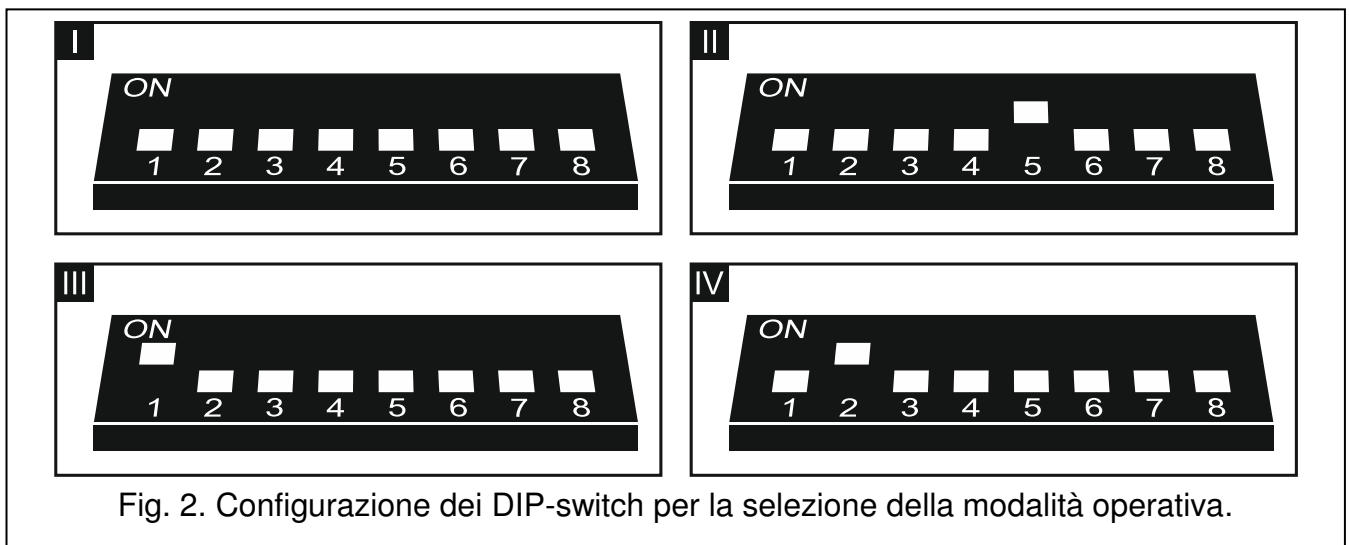

Fig. 2. Configurazione dei DIP-switch per la selezione della modalità operativa.
1. Impostare i DIP-switch per selezionare la modalità operativa scelta (vedi: Fig. 2).